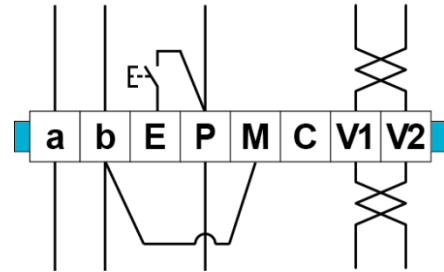

Abb. 6: 5-Draht-Sonderbetrieb
- Verbinden Sie die b-Ader und M-Ader mit einer Drahtbrücke (Abb. 6).